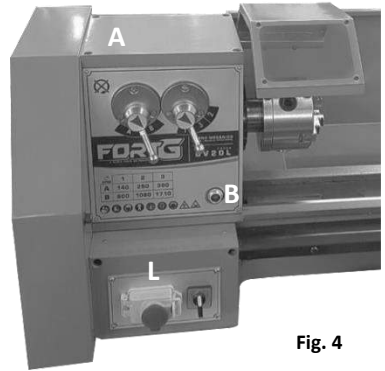

Fig. 4
1. **Cabeçote** – Remova a cobertura do cabeçote antes de enchê-lo (A, Fig. 4). O óleo deve estar até na marca de indicação do visor de óleo (B, Fig. 4). Drene completamente o óleo removendo o plugue (C, Fig. 5) e limpando os resíduos. Reabasteça após o primeiro mês. Depois, troque o óleo no cabeçote a cada dois meses.